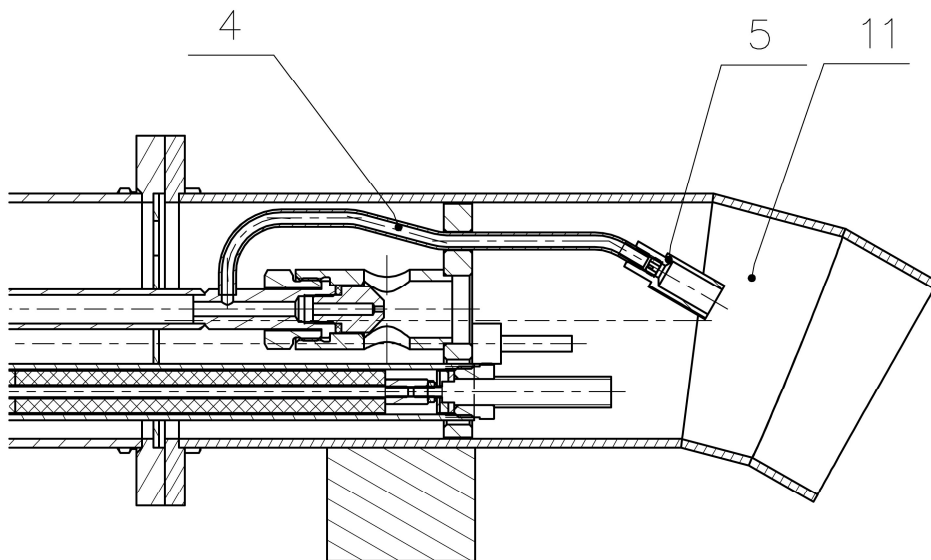

Рис. 2. Демонтаж основного сопла.
2. Демонтаж основного сопла (поз. 5) – см. Рис. 2: